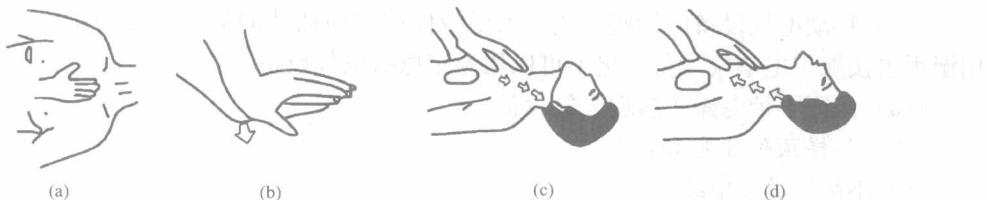

图 1-5 胸外心脏挤压法
(4) 触电者有呼吸、无心跳时，应采用“胸外心脏挤压法”进行抢救，具体操作步骤如图 1-5 所示。
2) 抢救者将右手掌放在触电者胸骨处，中指指尖对准其颈部凹陷的下端，左手掌复压在右手背上，如图 1-5 (a)、(b) 所示。
3) 抢救者向下用力挤压，压下 3~4cm，然后突然松开，如图 1-5 (c)、(d) 所示。挤压和放松动作要有节奏，每秒钟进行一次，每分钟宜挤压 60 次左右，不可中断，直至触电者苏醒为止。注意，防止用力过猛给触电者造成内伤或用力过小挤压无效果。